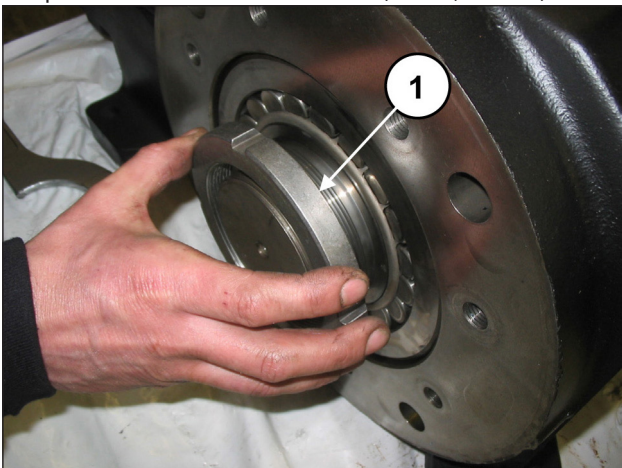
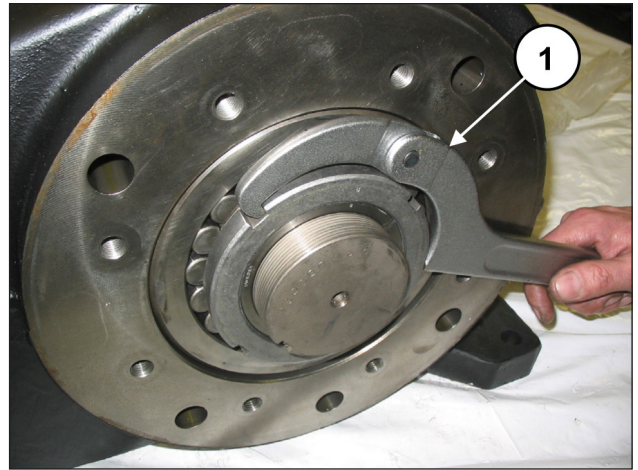

Abb. 19
Abb. 20
Drehen Sie eine Nutmutter Typ SKF KM19 auf die Druckbuchse (Pos. ①, Abb. 19), und lockern Sie dann mit einem entsprechenden Schlüssel die Buchse (Pos. ①, Abb. 20).